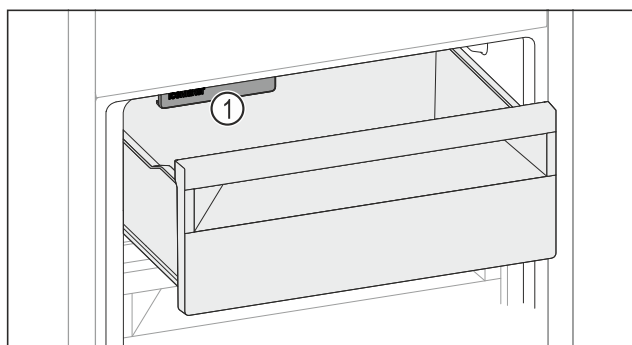

Fig. 235
- Слідкувати за функцією IceMaker Fig. 235 (1).